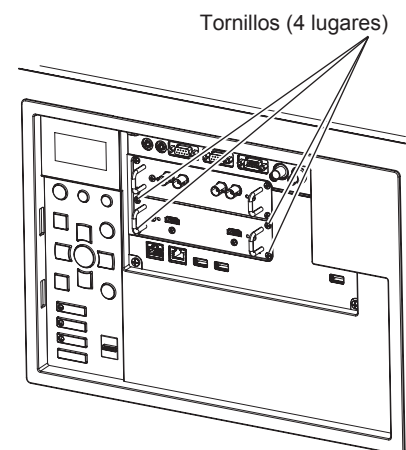

Figura 3
3) Fije la tarjeta de interfaz. (Figura 3)